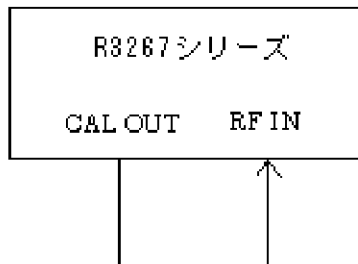

図 6-4 CAL OUT 信号を使ったハードウェアの簡単なチェック
1. R3267 シリーズと信号源を図 6-4 のように接続します。